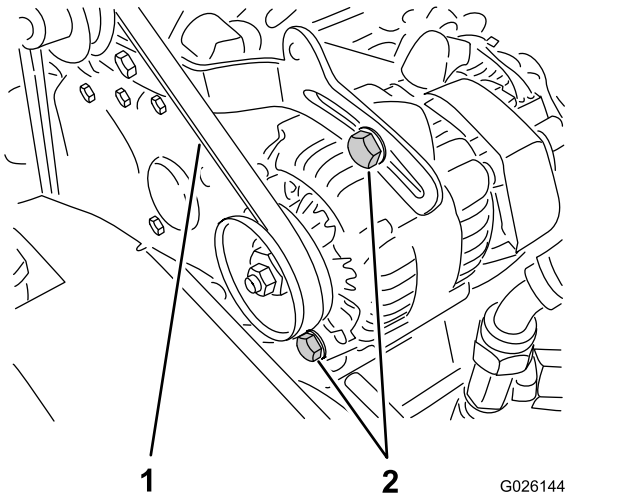

Bild 58
2. Prüfen Sie die Spannung, indem Sie eine Kraft von 10 kg in der Mitte zwischen der Lichtmaschine und den Kurbelwellenscheiben ansetzen (Bild 58).
A. Lockern Sie die zwei Befestigungsschrauben der Lichtmaschine (Bild 58).
- B. Drehen Sie die Lichtmaschine mit einer Stange, bis die richtige Riemenspannung erzielt ist. Ziehen Sie die Befestigungsschrauben dann fest (Bild 58).